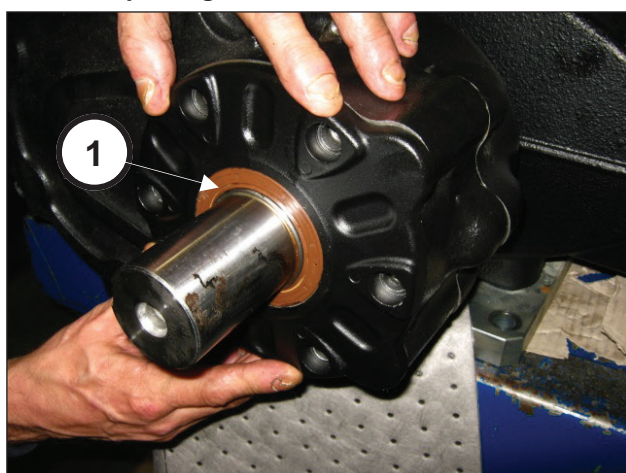

Fig. 81
Pour éviter d'endommager le joint SPI, l'emmancher précautionneusement sur le pignon (rep. ①, Fig. 81).